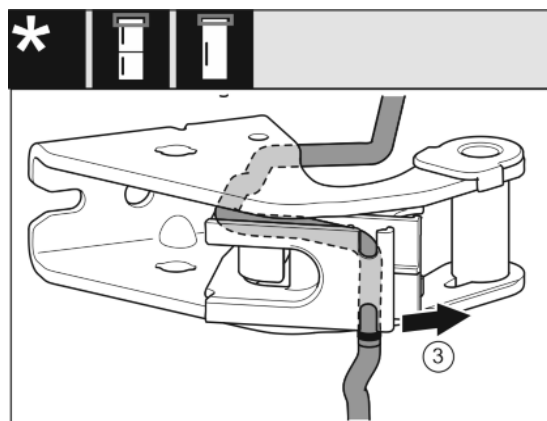

Fig. 22
- Sortir le câble du guide. Fig. 22 (3)